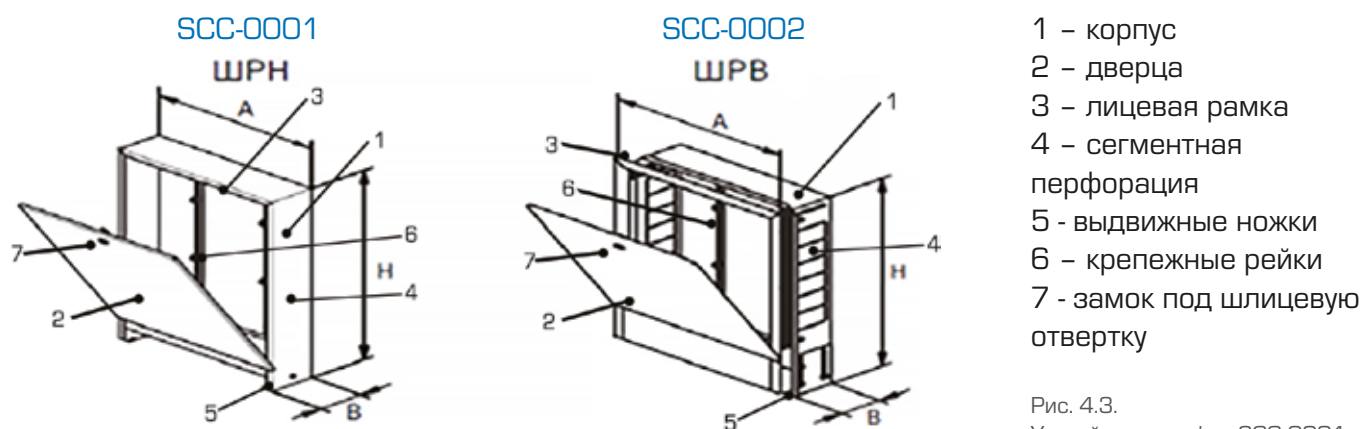

Рис. 4.3.
* см. рис. 4.3.
Устройство шкафов показано на рис. 4.3, а их конструктивные особенности приведены в табл. 4.2.